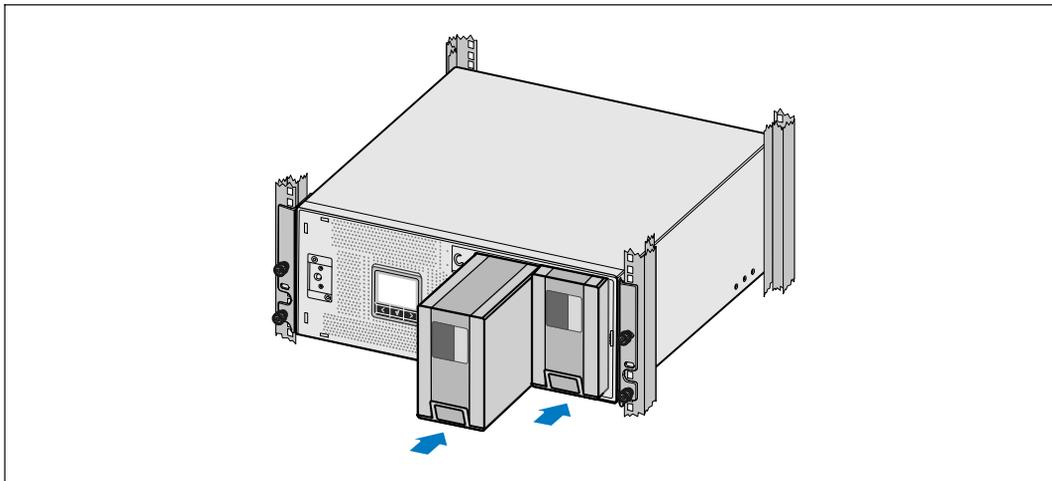

Figura 15. Cómo instalar la bandeja de las baterías
- 8 Instale la bandeja de las baterías (consulte la Figura 15).